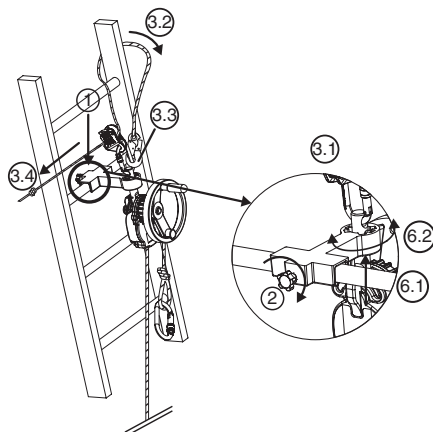

Рис. 7
### 6.3.3. Устройство Derope™ UP K (рис. 7)
1. Установите маленький опорный кронштейн на поперечину лестницы в положение, требуемое для проведения спасательной операции, над эвакуируемым лицом (рис. 7, 1).
2. Зафиксируйте блокирующий штырь, находящийся позади опорного кронштейна, спомощью завинчивающейся головки (рис. 7, 2).
- Пропустите карабин приспособления для регулировки длины стропа LCM 05 через отверстие в верхней части крепежного штыря (рис. 7, 3.1).
- Оберните страховочный строп вокруг поперечины, находящейся над кронштейном, обойдя одну из стоек лестницы (рис. 7, 3.2).
- Присоедините карабин страховочного стропа к карабину приспособления для регулировки длины стропа LCM 05 (рис. 7, 3.3).
- Натяните страховочный канат, потянув за свободную ветвь (рис. 7, 3.4).
6. Установите устройство Derope™ в нужное положение, меняя положение крепежного штыря в делительном устройстве (рис. 7, 6.1–6.2).